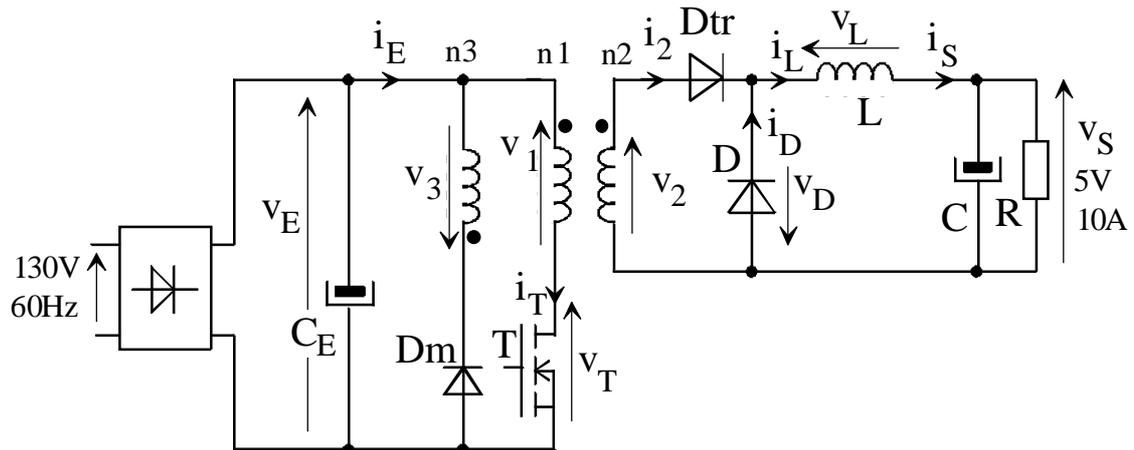

Fig. 17.1. Convertisseur AC - DC à découpage (dessins\forward1.drw).
Le schéma d'une alimentation à découpage de type "FORWARD" est donnée à la figure 17.1. Ce convertisseur est prévu pour fonctionner sur le réseau américain 130V/60Hz. Il est destiné à l'alimentation d'une carte électronique d'ordinateur fonctionnant sous 5V et consommant un courant maximum de 10A. La fréquence de travail est fixée à 50 kHz. Le rapport cyclique est constant et vaut $\alpha = 0,5$.
- a) Simplifier le schéma de la figure 17.1 pour T ON.
- a) Simplifier le schéma de la figure 17.1 pour T OFF